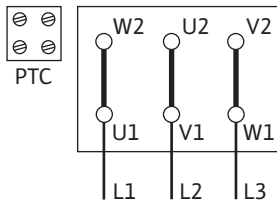
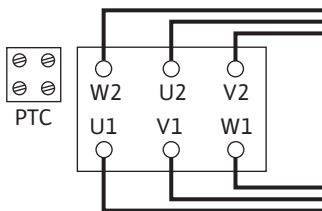

Fig. 10: Y-Δ-start
Fig. 11: Δ-kobling
- Nettilslutningen er afhængig af motoreffekten P2, netspændingen og tilkoblingstypen. Nødvendig tilkobling af forbindelsesbroerne i klemmeboksen fremgår af følgende tabeller samt Fig. 10 og Fig. 11.
Y-Δ-start (standard)	Fjern forbindelsesbroer (Fig. 10).
Start via blød start	Δ-tilkobling (Fig. 11)